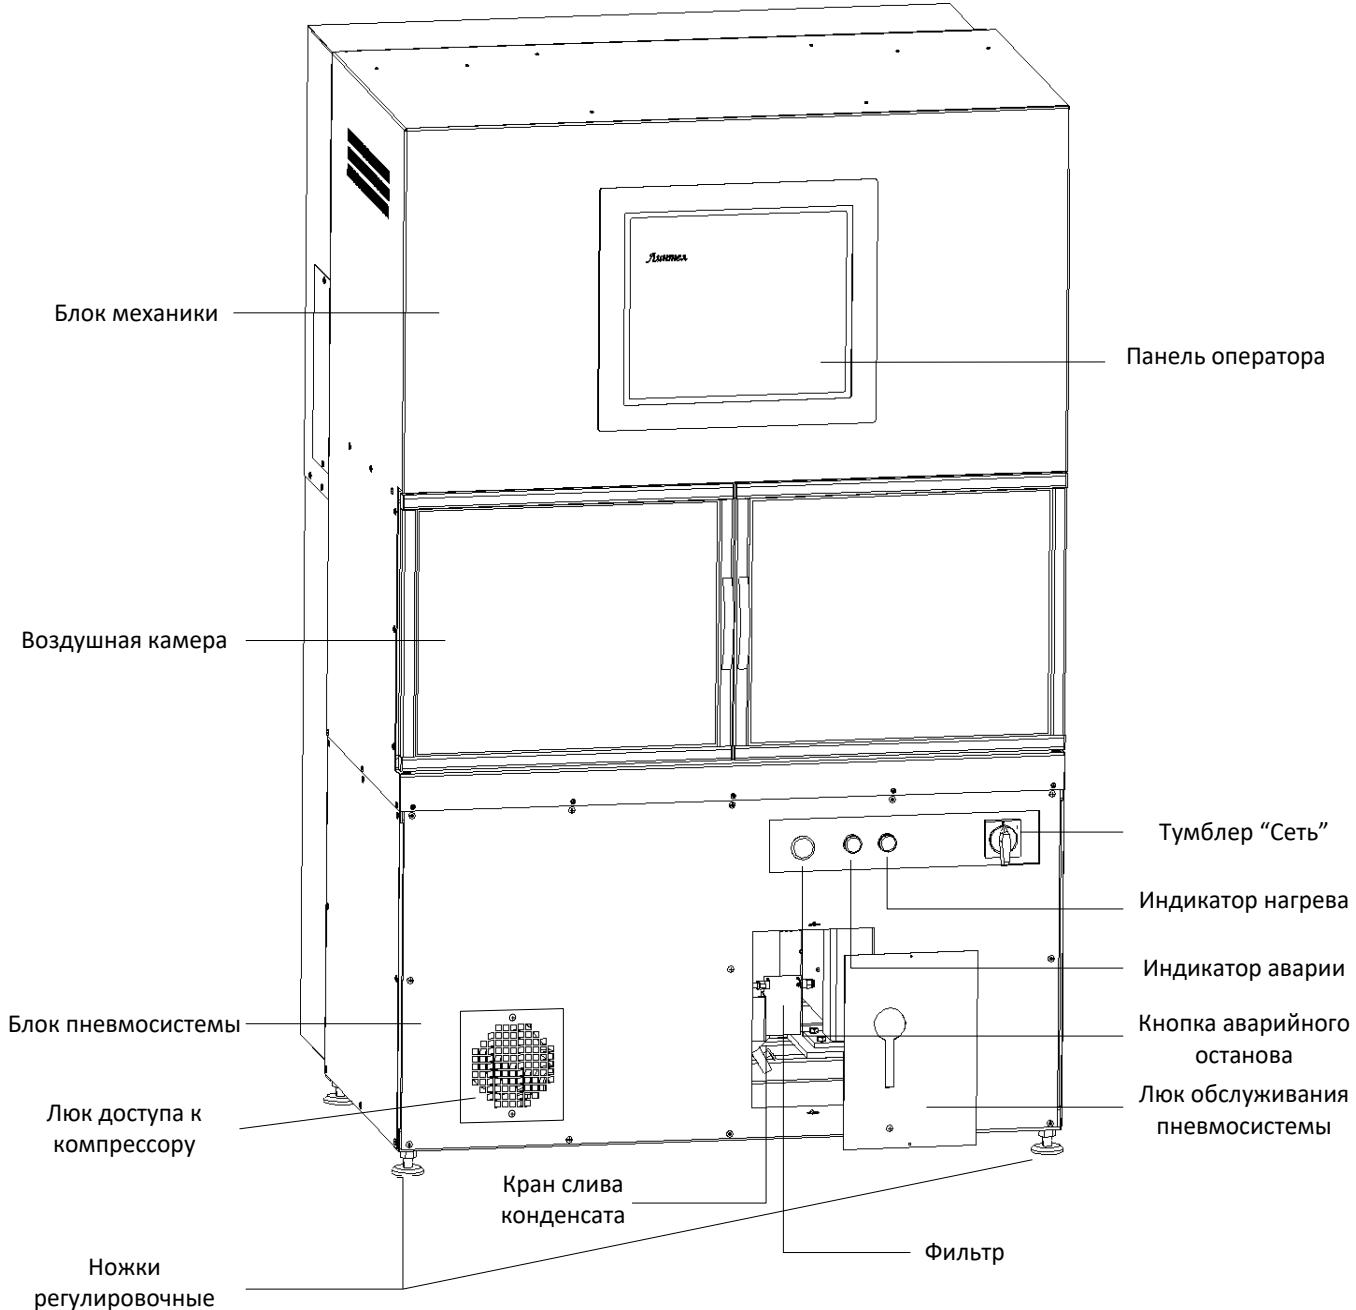
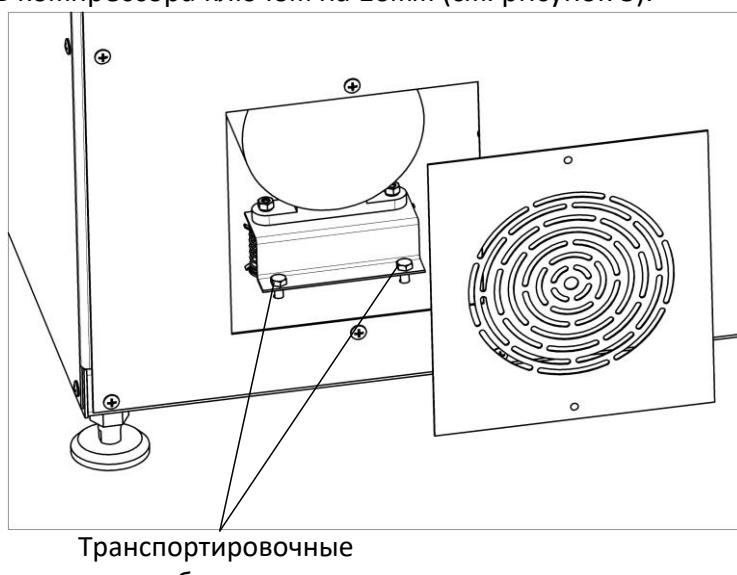

Рисунок 1 – Общий вид машины
Рисунок 3 – Установка и снятие траспортировочных болтов
3.3.2.1 Открыть люк доступа к компрессору (см. рисунок 1) и открутить транспортировочные болты с амортизаторов компрессора ключом на 10мм (см. рисунок 3).
3.3.2.2 Подключить машину к сети и повернуть тумблер включения «Сеть» машины (см. рисунок 1). При этом включается компрессор и происходит загрузка управляющей программы (см. рисунок 4).